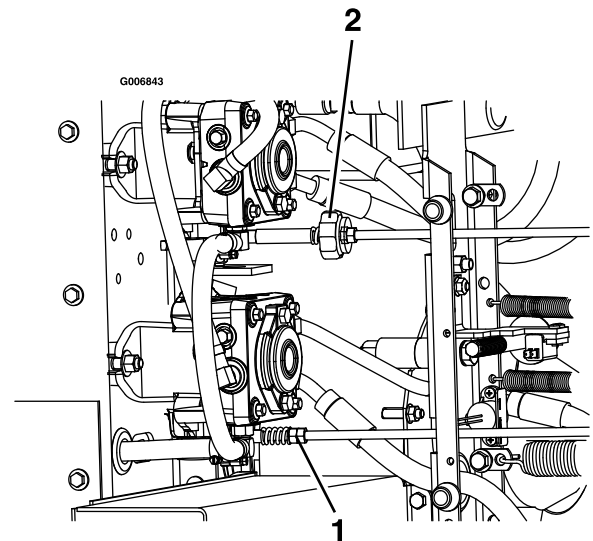

Figura 63
9. Per raggiungere la posizione NEUTRAL, regolate i collegamenti dell'asta di controllo della pompa destra e sinistra che collega il comando dello sterzo ai bracci di controllo pompa finché le ruote non si fermano o avanzano in folle leggermente in retromarcia (Figura 63).
11. Regolate la tiranteria della pompa di destra utilizzando una chiave per girare i doppi dadi sul gruppo (Figura 63).